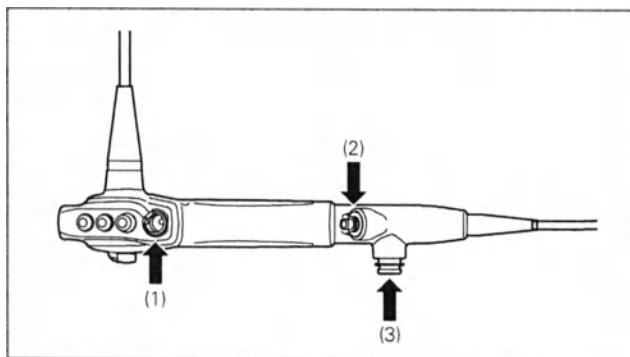

Рис. 3.8
10. Убедитесь в отсутствии таких отклонений, как большие царапины, деформация или расшатывание деталей, на корпусе прибора, PVE-коннекторе, сканере и электрических контактах. Будьте особенно внимательны при проверке деталей, показанных на Рис. 3.8. Используя чистую безворсовую марлю, осторожно возьмитесь за эти детали и подвигайте их в разных направлениях, чтобы удостовериться в отсутствии расшатывания и других нарушений.